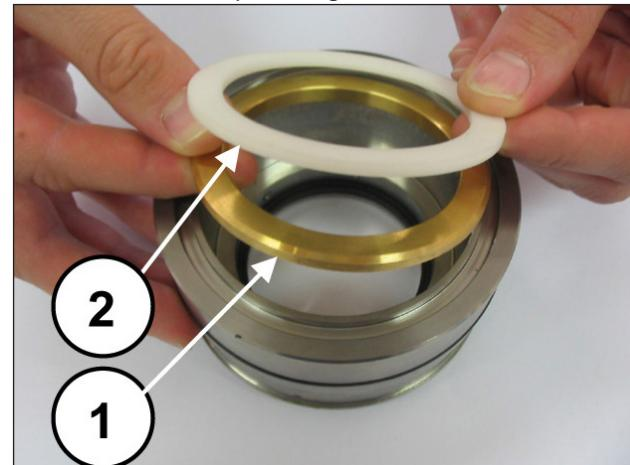
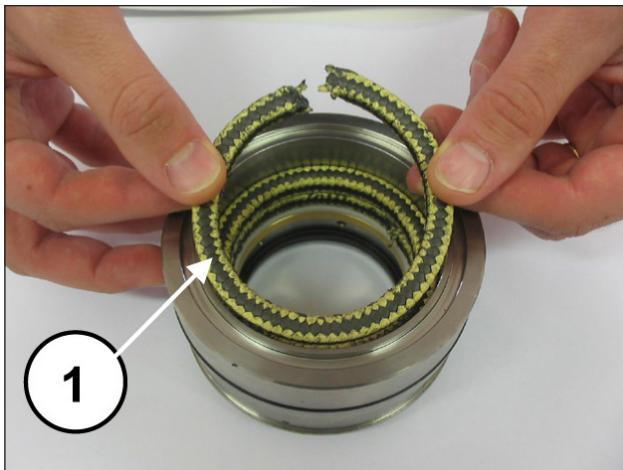
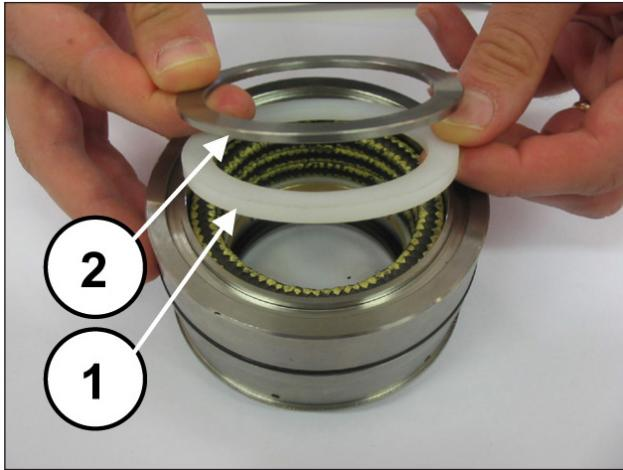

Fig. 165
Fig. 166
Fig. 167
Monter l'anneau de support et la bague anti-extrusion (rep. ①②, Fig. 165), les trois presse-étoupes, en s'assurant que les entailles se trouvent à 120° l'une par rapport à l'autre (rep. ①, Fig. 166), l'anneau racleur des presse-étoupes et l'anneau du ressort (rep. ①②, Fig. 167).